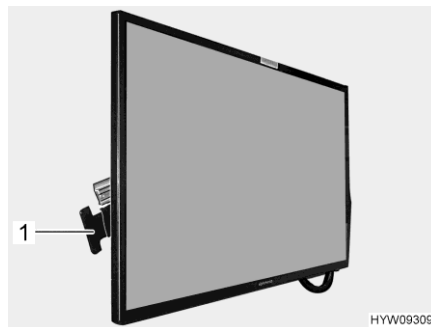

Bild 60 Flachbildschirm
- Griff (Bild 60,1) in Richtung Flachbildschirm drücken und gedrückt halten. Der Flachbildschirm ist entriegelt.